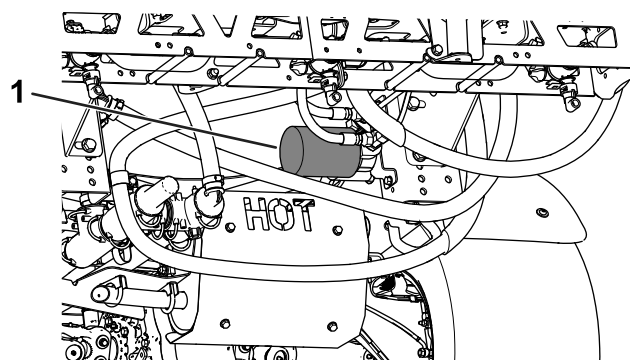

Figura 52
4. Retire o filtro (Figura 52).